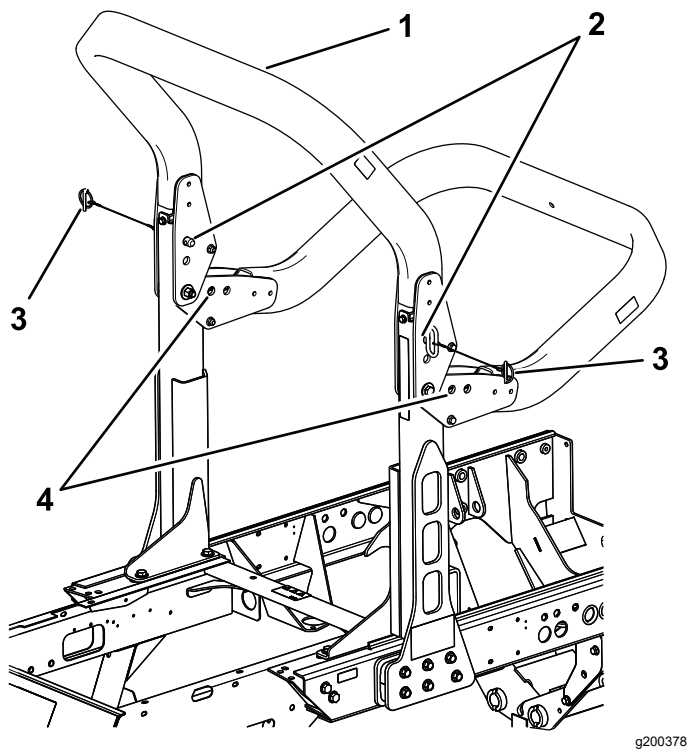

Figura 40
2. Sostenga el peso de la estructura superior de la barra antivuelco mientras retira los pasadores de seguridad y los pasadores de los soportes de giro (Figura 40).